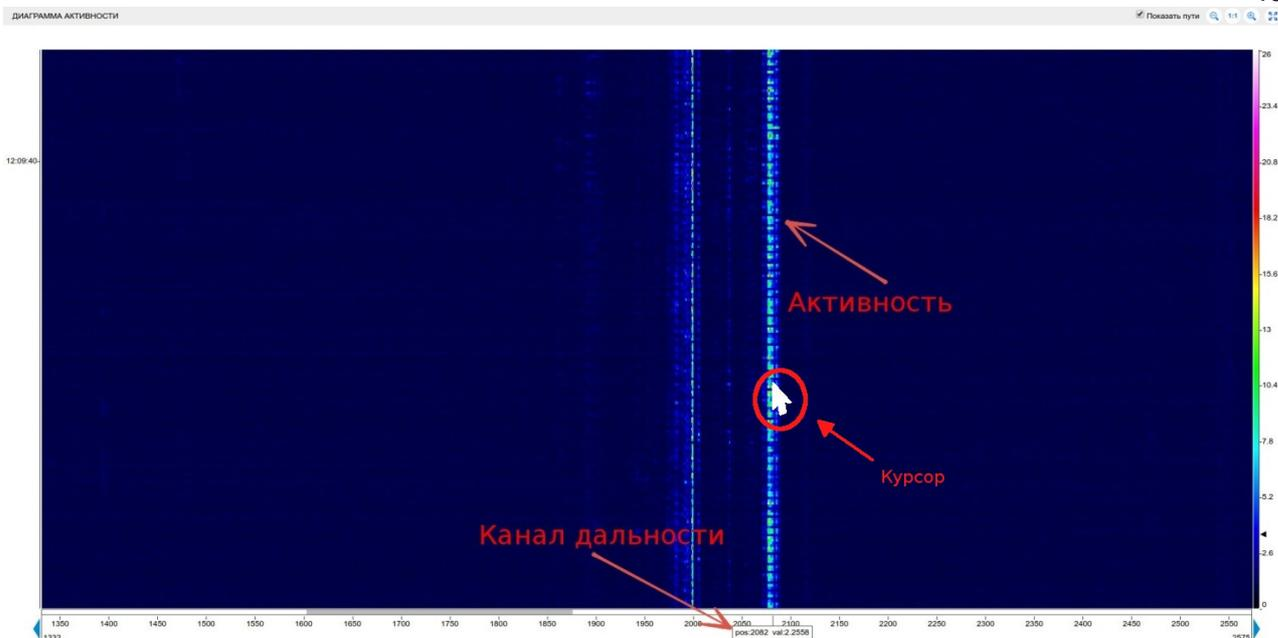

Рисунок 19 — пример воздействия
6.5.2.3. При воздействии человеком на чувствительную кабелю зону, на диаграмме активности будет возникать характерная частоте ударов «активность», которой соответствует строго определенный «канал дальности» (рисунок 19). Для определения «канала дальности» нужно привести курсор в центр активности, номер канала отобразится в появившемся внизу окошке.